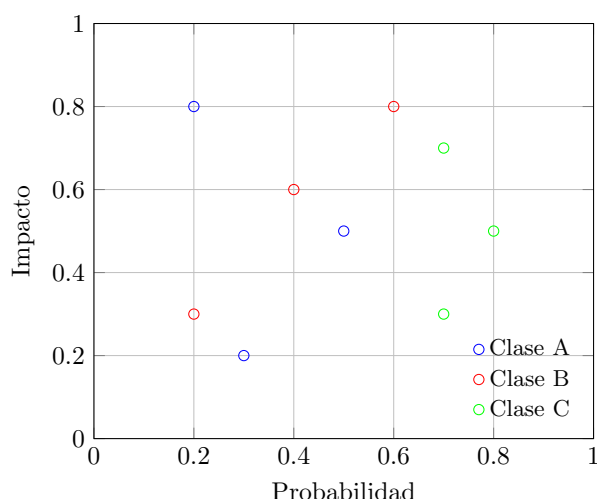

Figura 7.6: Diagrama jerárquico
- *Diagramas jerárquicos:* Cuando los riesgos han sido clasificados utilizando más de dos parámetros, no se puede utilizar la matriz de probabilidad e impacto y se requieren otras representaciones gráficas, como gráficas de burbujas, donde se muestran tres dimensiones de datos, donde cada riesgo se representa como una burbuja, y los tres parámetros están representados por el valor en el eje X, el valor en el eje Y y el tamaño de la burbuja. Otra posibilidad es la que se muestra en la Figura 7.6, donde los riesgos aparecen clasificados por categorías según el color del marcador.